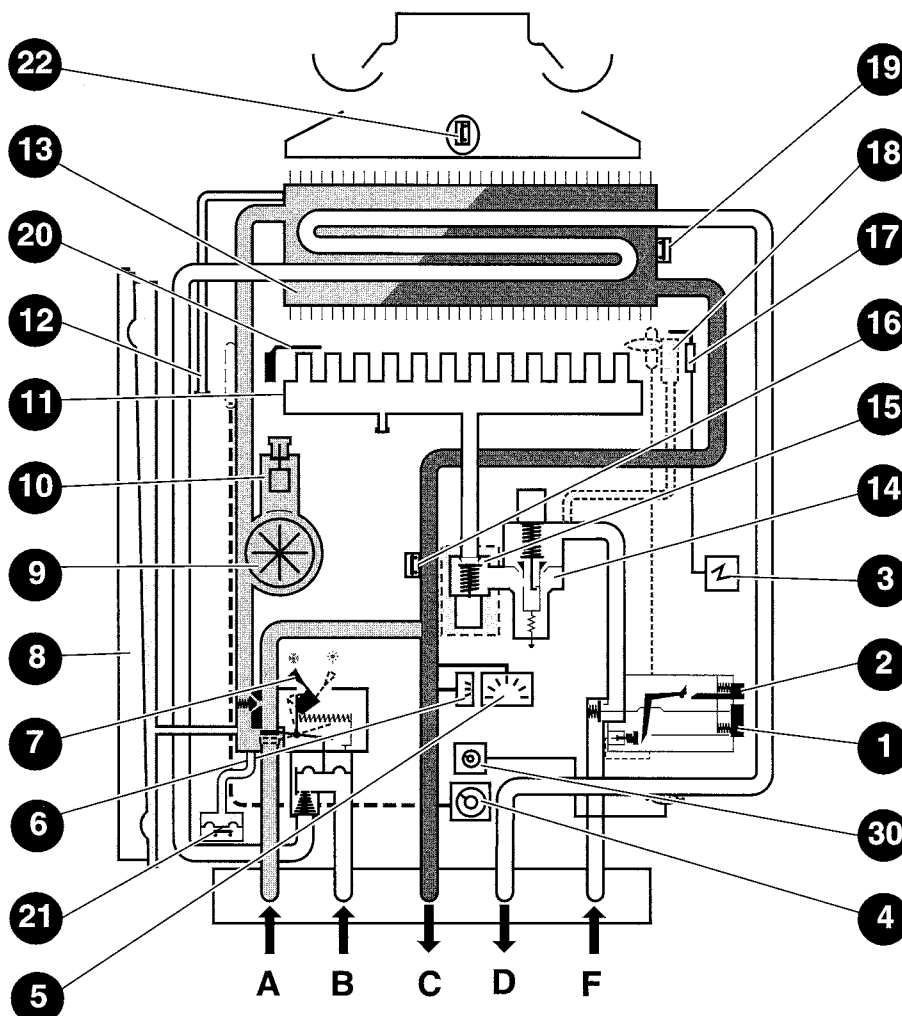

Afb. 56
- De doorsnede van de leidingen moet volgens de gebruikelijke methoden aan de hand van de debiet/druk curve (**afb. 56**) berekend worden. Het verdeelnet wordt volgens het debiet dat met het werkelijk vereiste vermogen overeenstemt, berekend, zonder rekening te houden met het maximumvermogen dat de verwarmingsketel kan leveren. Het is echter aangeraden een voldoende debiet te voorzien, zodat het temperatuurverschil tussen vertrek en terugloop kleiner dan of gelijk aan 20 °C is. Het minimumdebiet bedraagt 500 l/h. Een debiet van 300 l/h zal uitzonderlijk en tijdelijk in de installatie getolereerd worden, ingeval de thermostatische kranen gelijktijdig gesloten worden.